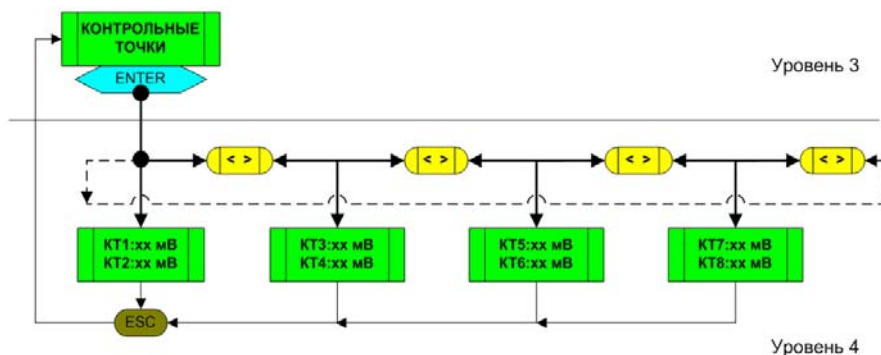

Рис. 3.3. Структурная схема раздела **«КОНТРОЛЬНЫЕ ТОЧКИ»** системного меню ПУ
На рис. 3.3. изображена структурная схема раздела **«КОНТРОЛЬНЫЕ ТОЧКИ»**, включающая 3 и 4-й уровни системного меню.
3.2.3.3. При минимальной чувствительности (коэффициенте усиления в тракте обработки) оценить уровень сигналов в различных контрольных точках платы БЭ. Для этого с помощью клавиш «ESC» и «←» из раздела **«ТЕСТ»** перейти в раздел **«КОНТРОЛЬНЫЕ ТОЧКИ»** (рис. 3.3.). Нажав «ENTER», перейти в подраздел **«КТ1, КТ2»**, далее с помощью клавиш «→» или «←» наблюдать за другими подразделами (**«КТ3»...«КТ8»**). На ЖК-индикаторе в течение 1...2 минут наблюдать сменяющиеся с каждым измерительным циклом (3 с) показания максимальных (по модулю) значений сигналов за это время, выраженные в мВ. Если БЭ функционирует в нормальном (штатном) режиме, то эти значения не должны выходить за пределы измерений, представленные в табл. 3.1.
2.Частота механического отклика СЗ на ветровую помеху незначительно, но все же зависит от скорости ветра и направления. Поэтому при измерении и дальнейшем усреднении результатов рекомендуется выбирать наиболее сильные порывы ветра и направление, перпендикулярное линии распространения СЗ. Такие порывы приводят к возникновению наибольших помеховых сигналов, которые можно контролировать в подразделе «КТ5» раздела «КОНТРОЛЬНЫЕ ТОЧКИ» (рис. 3.3.).